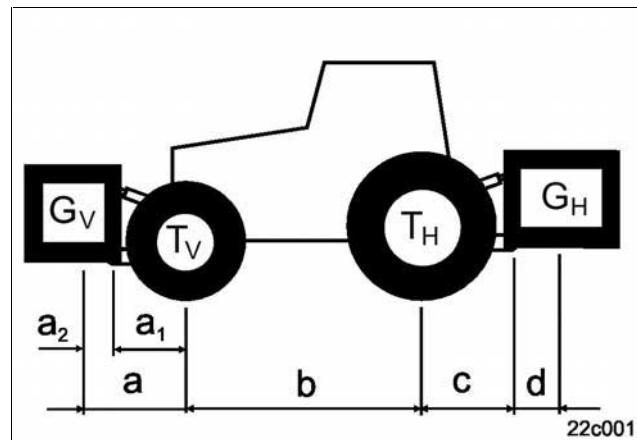

Рис. 49
**Для расчета Вам необходимы следующие данные (смотрите также Рис. 49):**